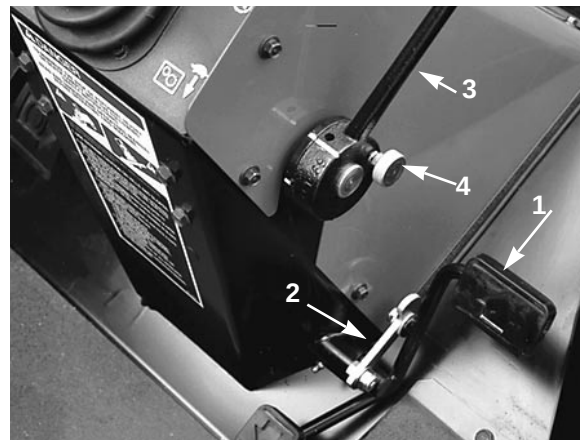

Fig. 16
Kjørepedal (fig. 16)—Regulerer bevegelsen fremover og bakover. Trykk ned øverst på pedalen for å kjøre fremover og nederst for å
Hastighetsvelger (fig. 16)—Kamarmen på siden av pedalen kan dreies for å få ønsket hastighet. Drei armen fremover for å redusere hastigheten og bakover for å øke hastigheten.
Akselskifthendel (fig. 16)—Sitter på høyre side av konsollen. Hendelen velger kjøring fremover. Trekk ut frigjøringsknappen, flytt hendelen bakover for å klippe og fremover for transport, og slipp knappen for å låse valget. Hendelen må stå i LAV stilling for klip-ping. Midtre stilling (N) er for sleping.